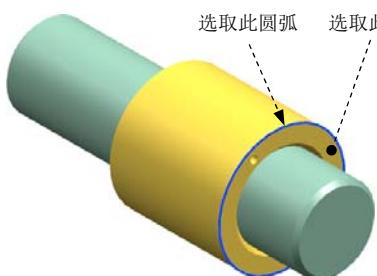
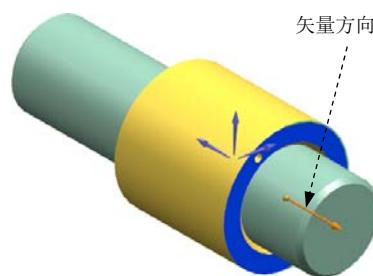

图 4.4.2 定义柱面副
图 4.4.3 定义矢量
选项，在模型中选取图 4.4.2 所示的圆弧为原点参考。
(5) 定义矢量。在  区域的  下拉列表中选择  选项，在模型中选取图 4.4.2 所示的面为矢量参考，方向如图 4.4.3 所示。